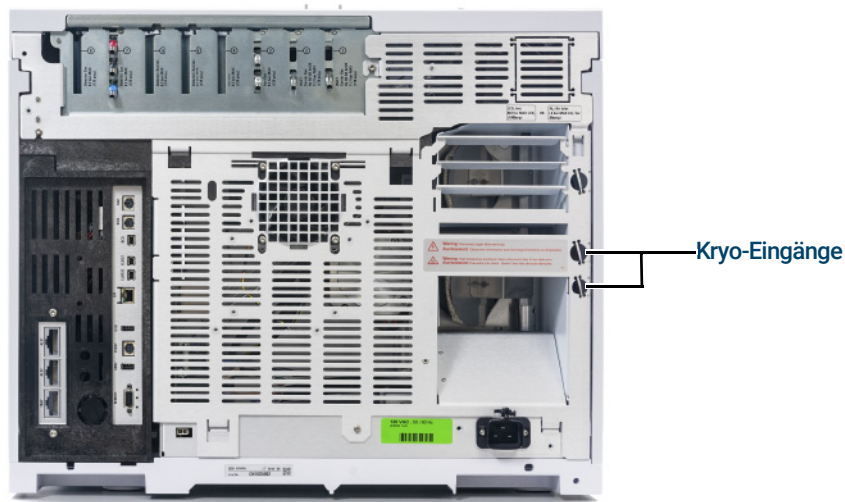

Abbildung 14. Ventilanschlüsse für Tieftemperaturkühlung mit N₂
- 2 Suchen Sie den Einlass für Kühlmittel auf der Rückseite des GC. Bereiten Sie eine Leitung vor, die lang genug ist, um vom Versorgungsbehälter bis zu diesem Auslass zu reichen. Siehe **Abbildung 14**.